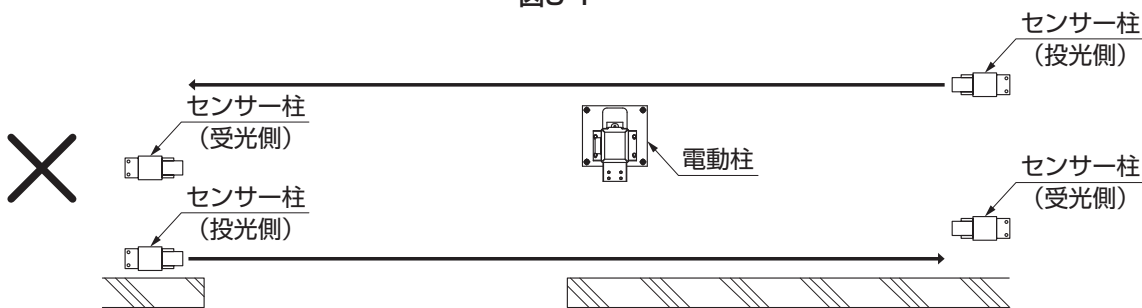

図9-2
- センサーの特性上、図9-2、9-3のような組付け時には、センサーが誤作動したり、引戸が開閉しなくなりますのでセンサーは必ず光軸を合わせて取付けてください。(図9-2、9-3参照)